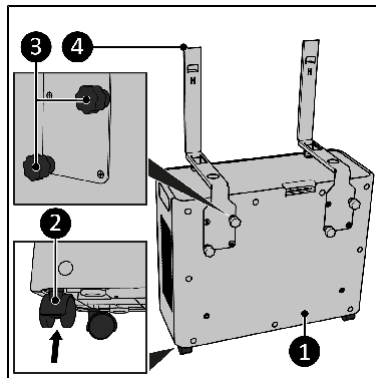

Figura 9
1. Introduzca las ruedas (figura 9, número 2) en los orificios previstos bajo la unidad exterior (figura 9, número 1) hasta que encajen.
2. Monte los soportes interiores (figura 9, número 4) en la unidad exterior (figura 9, número 1) y fije cada soporte con dos tuercas ciegas (figura 9, número 3).